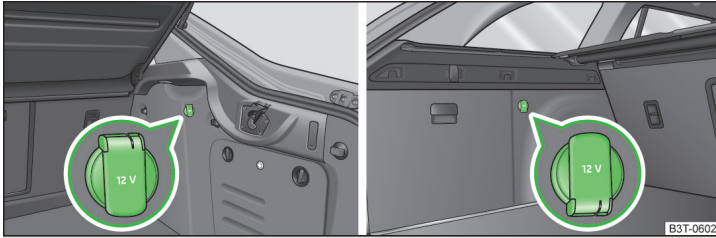

Abb. 86 Gepäckraum: Steckdose Superb / Superb Combi
Die 12-Volt-Steckdose (nachstehend nur als Steckdose) befindet sich in der Mittelkonsole vorn **A** » Abb. 84 auf Seite 93, in der Mittelkonsole hinten **B** » Abb. 84 auf Seite 93 und im Gepäckraum » Abb. 86.
- Die Abdeckung der Steckdose bzw. den Zigarettenanzünder abnehmen » Abb. 84 auf Seite 93 oder die Abdeckung der Steckdose öffnen » Abb. 86.